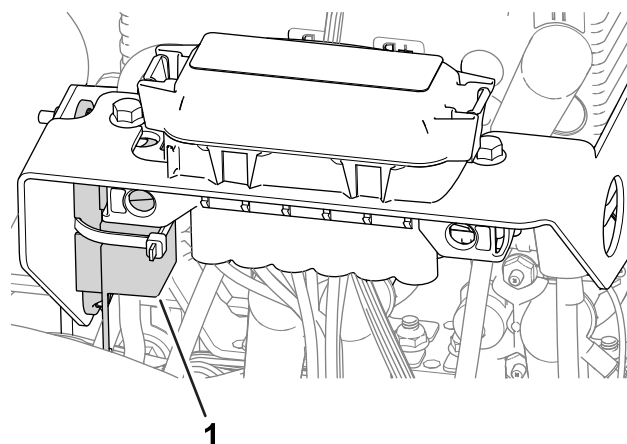

Figura 59
- El fusible del motor de rueda izquierdo (60 A) está situado debajo de la cubierta del lado izquierdo de la máquina, cerca de los fusibles del circuito de transmisión del molinete (Figura 59).